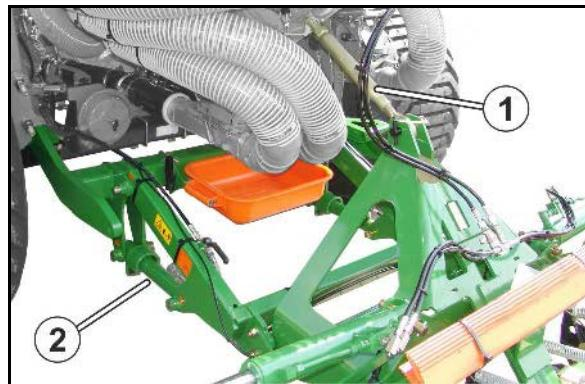

Рис. 96
3. Ослабьте винт для подтягивания клина (Рис. 96/1).